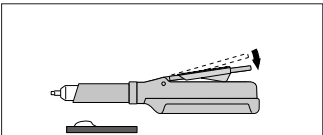

Fig. 6
2) L'impugnatura può essere spostata in avanti o indietro per modificare la quantità di materiale da estrarre. Posizione del dosatore lungo per il dosaggio del fondo di cavità. (Fig. 6)
2) El agarre para el dedo puede moverse hacia delante o hacia atrás para cambiar la cantidad de material a obtener. La posición del agarradero largo para el revestimiento. (Fig. 6)